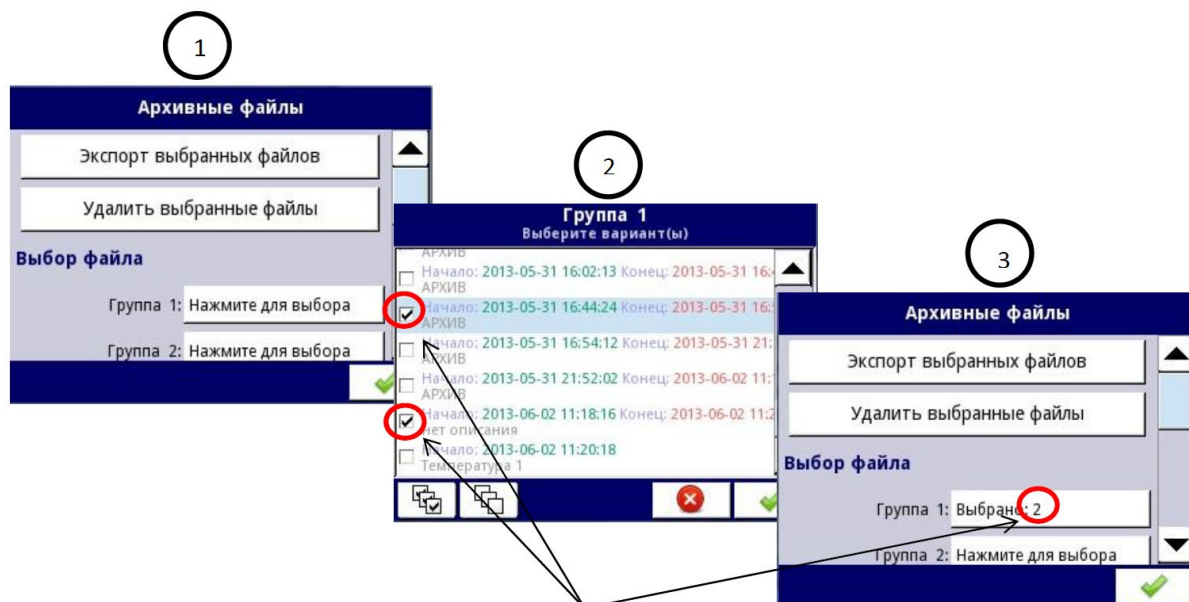

Рисунок 2.10 – Пример экспорта двух архивных файлов из Группы 1
Удаление файлов с Элемер PMT 29/M1 аналогично экспорту файлов, разница состоит лишь в том, что вместо кнопки «Экспорт выбранных файлов» в шаге (3) (см. рисунок 2.10) нужно нажать кнопку «Удаление выбранных файлов».